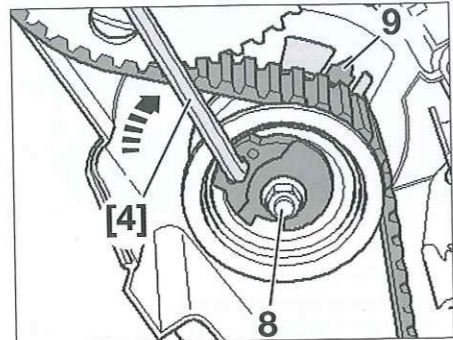

Fig. 12
- Girar el rodillo tensor en el sentido horario hasta que el índice (9) del rodillo tensor esté alineado con la ranura de su pata fija (Fig.12).